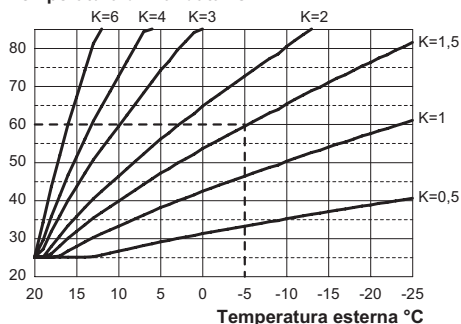

Figura 5.13
Se alla caldaia **È COLLEGATO** il comando remoto (opzionale) riferirsi alla Figura 5.13. In questo caso il settaggio del coefficiente K deve essere fatto da remoto.
Es. Per avere una temperatura di mandata all'impianto di riscaldamento di 60°C con una esterna di -5°C si deve settare un K di 1,5 (linea tratteggiata in Figura 5.13).
- Utilizzando i tasti 11 o 12 è possibile modificare il valore del parametro 15 da un minimo di **01** ad un massimo di **60** in base alla curva scelta del coefficiente K in Figura 5.13 (il valore letto sul display corrisponde a valori decimali di coefficienti K). Sul display compare la scritta "SET" (Figura 5.17).